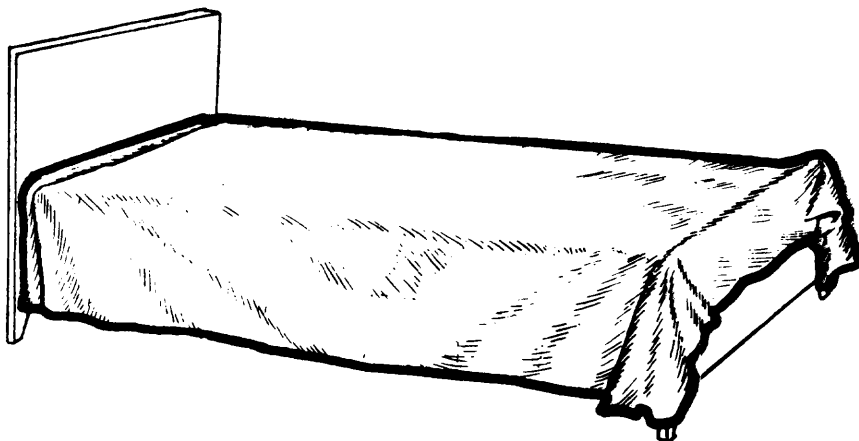

Fig. 12
- 2) La sábana debe ser colocada de modo que los laterales caigan iguales (fig. 12).